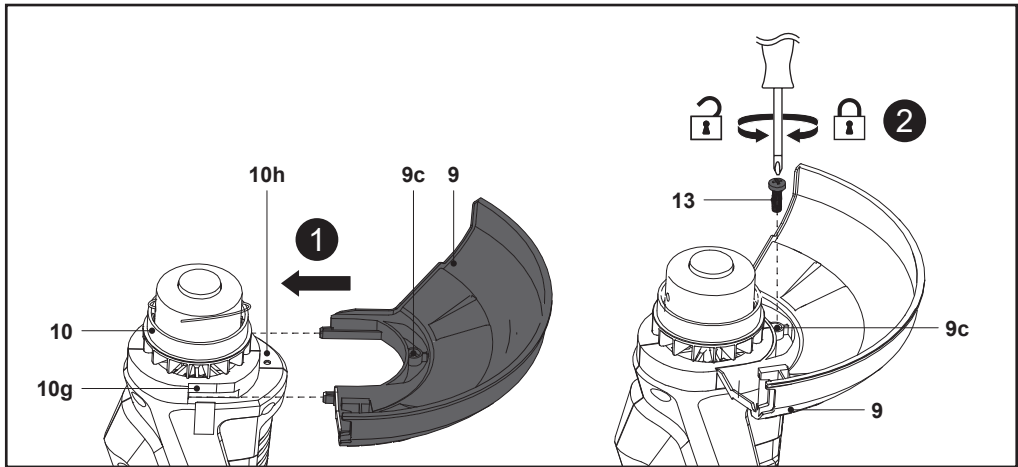

Fig. 3
1. Retourner la tête de coupe-bordures (10).
2. Aligner et faire glisser la protection (9) sur les glissières (10g) de la tête de coupe-bordures (10) (Fig. 3, étape 1). Insérer complètement la protection (9) et s'assurer que les trous de vis (9c, 10h) sont bien alignés.
3. Fixer la protection (9) avec la vis (13) dans le sens des aiguilles d'une montre (Fig. 3, étape 2).